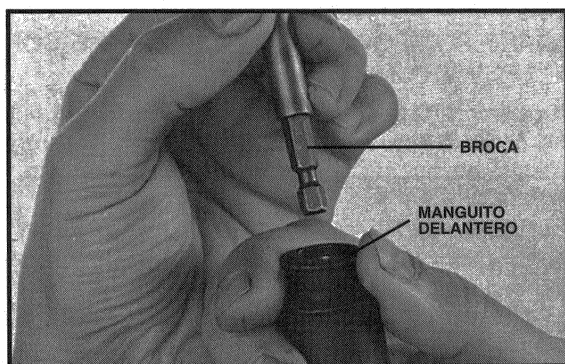

Fig. 2
2. Sostenga el manguito delantero (Fig. 2) y empujelo hasta el tope.
3. Mientras empuja el manguito delantero hasta el tope, inserte la broca seleccionada (Fig. 2).